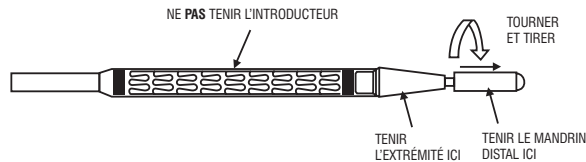

Figure 4 : Retrait du mandrin distal
3. Bien pincer l'encoche de sortie du guide. Purger énergiquement jusqu'à ce que le liquide sorte à la fois de l'extrémité distale de l'introducteur et du mandrin. Retirer ensuite avec précaution le mandrin distal en tournant et en tirant, tel qu'illustré à la figure 4.